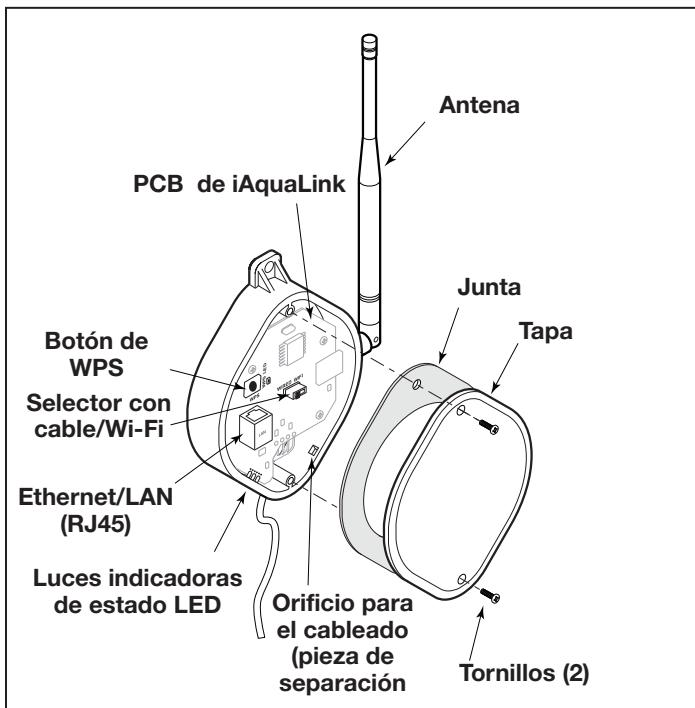

Figura 32. Componentes de la PCB del dispositivo iAquaLink
3. Instale el dispositivo iAquaLink a al menos seis (6) pies (1,8 m) por arriba del nivel del piso y a al menos cinco (5) pies (1,5 m) de distancia de otras cajas de conexiones de transceptores.
5. Coloque un cable a través del troquelado hacia el área de bajo voltaje. Consulte la Figura 32.
7. Pele cada cable  $\frac{1}{4}$ " (6 mm) y conecte al conector rojo de cables de la PCB del centro de energía. Es posible que se requiera un kit multiplexor (n.º de pieza 6584) si hay más de dos (2) cables tendidos a un conector rojo de cables en la PCB del centro de energía.
1. Extraiga los dos (2) tornillos de la cubierta de iAquaLink J-Box. Extraiga la junta y la cubierta. Consulte la Figura 32.